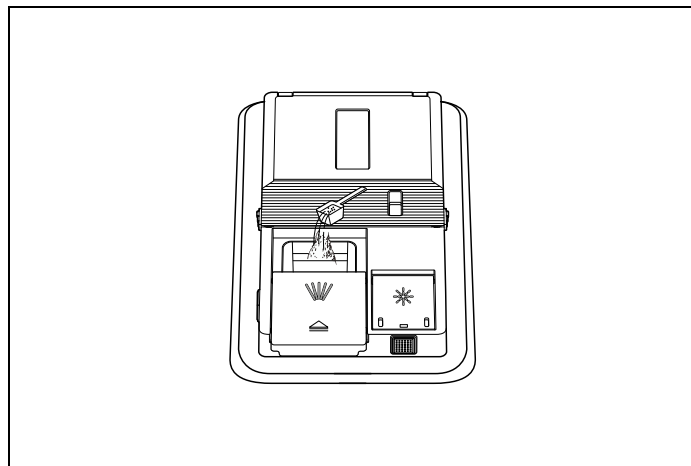

Fig. 62
- 2) Versez/placez le détergent dans le distributeur (Fig. 62)